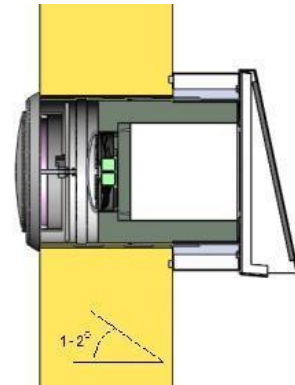

Рис.12
- Під час свердління отворів в стіні нахил назовні повинен бути близько 1-2% (рис. 12)